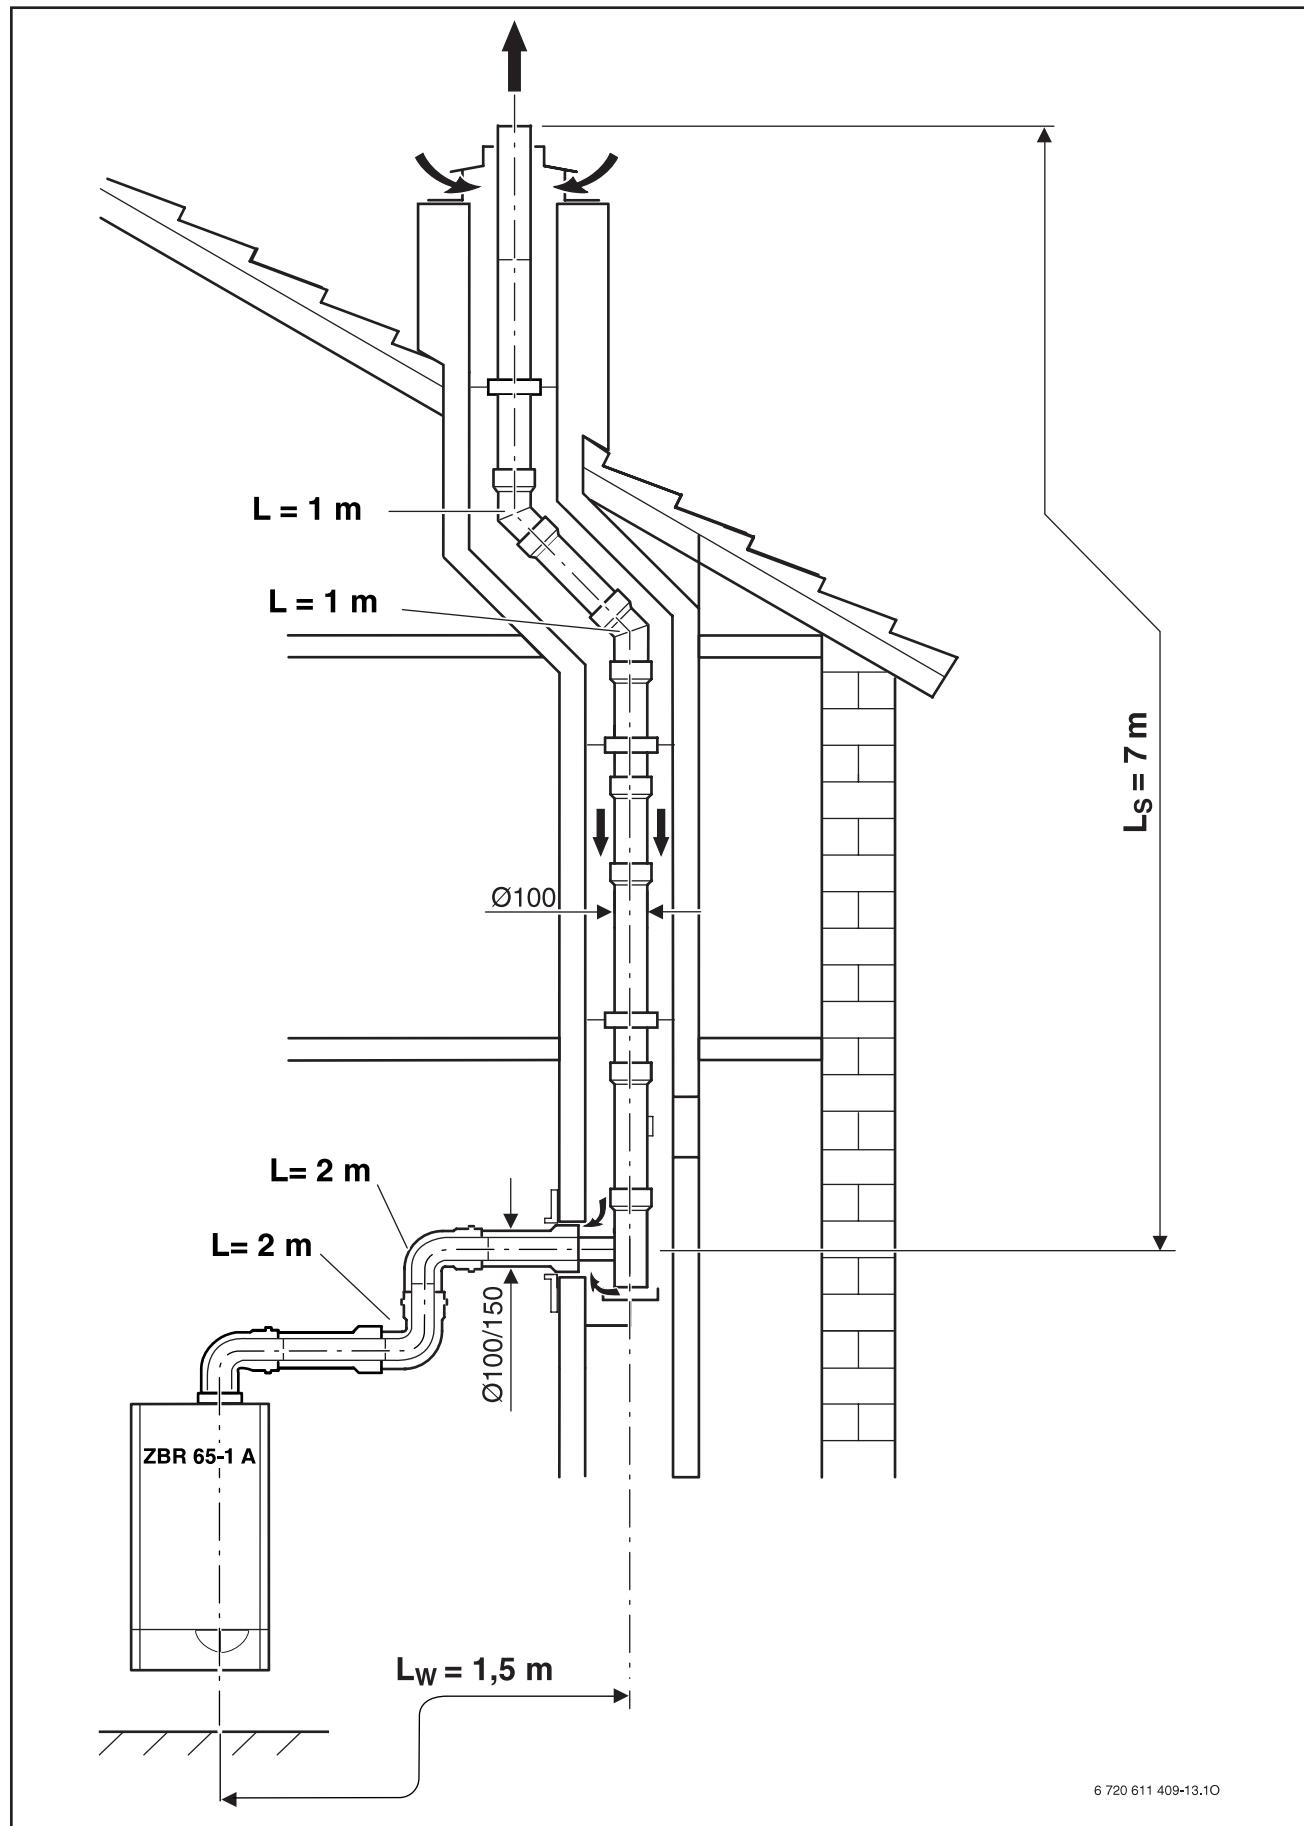

Рисунок 12.
3. 4. Пример расчета длины отводных труб дымовых газов (рисунок 12)